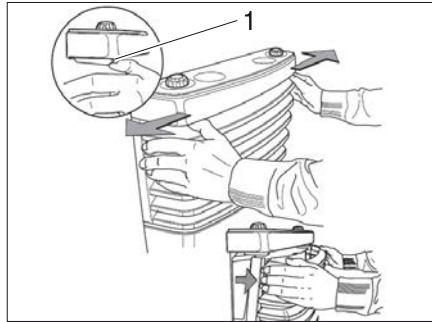

Bild 106 Heizungsverkleidung abnehmen
- Heizungsverkleidung abnehmen. Dazu die Verschlussfedern (Bild 106,1) seitlich nach außen drücken, Verkleidung nach vorn schwenken und aus den unteren Lagern heben.